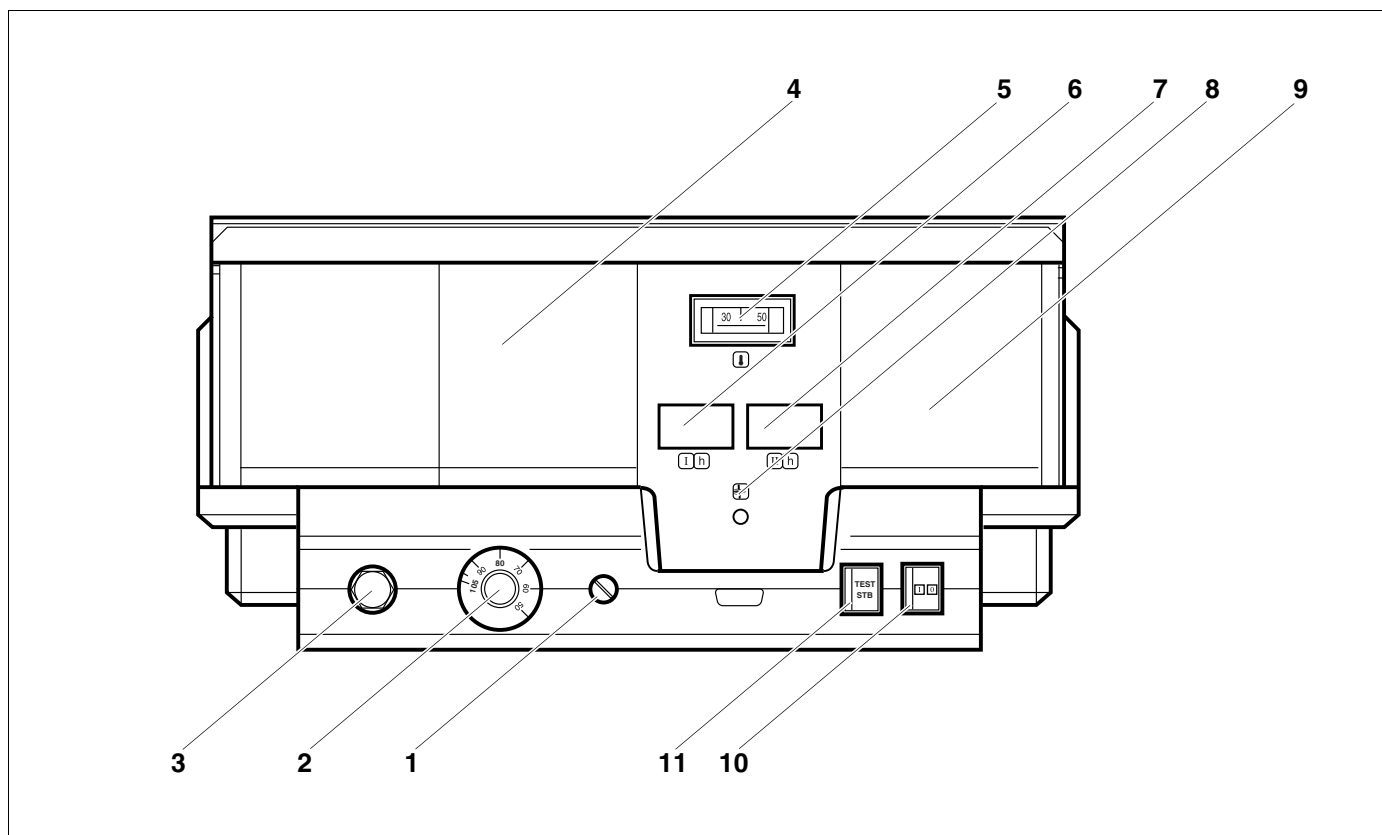
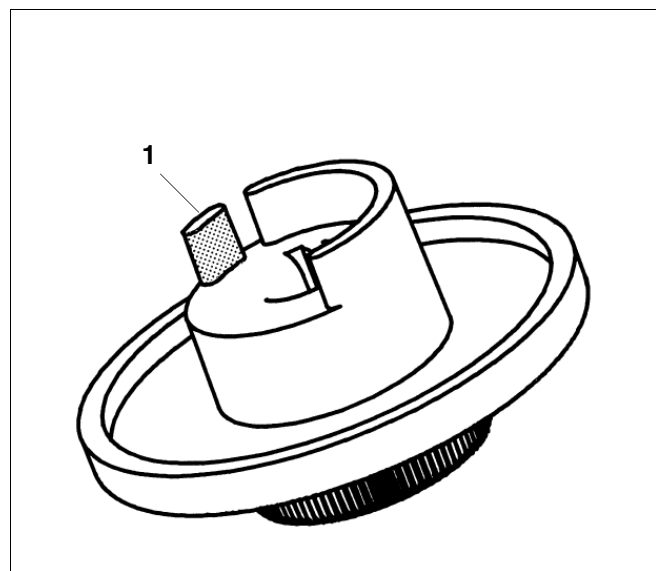

Рис. 1 Элементы управления Logamatic 4212
Рис. 5 Ручка настройки
Экспликация к Рис. 1
Если котел имеет котловой модуль ZM 427 или внешнее регулирование, то регулятор температуры котловой воды (Рис. 1, поз. 2) должен быть настроен минимум на 80 °С.
Регулятор температуры котловой воды (Рис. 1, поз. 2) представляет собой двухполосный регулятор для эксплуатации с 2-ступенчатой горелкой.
Если светится индикатор неисправности горелки (Рис. 1, поз. 8), то для устранения неисправности нужно связаться с отопительной фирмой, обслуживающей Вашу установку.
Кнопка STB (Рис. 1, поз. 11) предназначена для проверки предохранительного ограничителя температуры (Рис. 1, поз. 3) специалистами отопительной фирмы.
- Нажать кнопку STB (Рис. 1, поз. 11) и удерживать нажатой до его срабатывания (Рис. 1, поз. 3).
- Для разблокировки предохранительного ограничителя температуры (Рис. 1, поз. 3) нужно открутить колпачковую гайку и нажать находящуюся под ней кнопку подавления помех.
2.4 Настройка регулятора температуры котловой воды (TR)
- Вынуть ручку настройки (Рис. 5) регулятора температуры котловой воды (Рис. 1, **поз. 2**).
- Отломить стопор (Рис. 5, **поз. 1**).
- Вставить на место ручку настройки регулятора (Рис. 1, **поз. 2**).